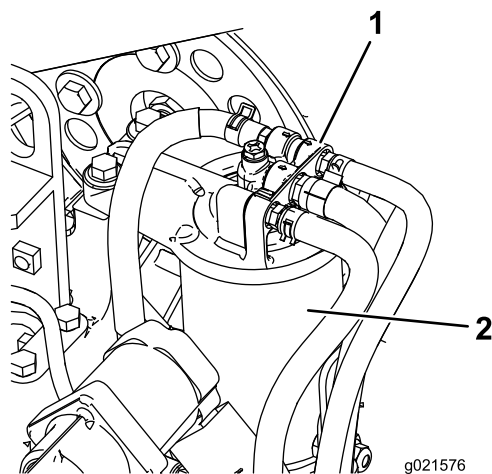

Figura 76
1. Limpe a zona em torno da cabeça do filtro de combustível (Figura 76).
2. Retire o filtro e limpe a superfície de montagem da cabeça do filtro (Figura 76).